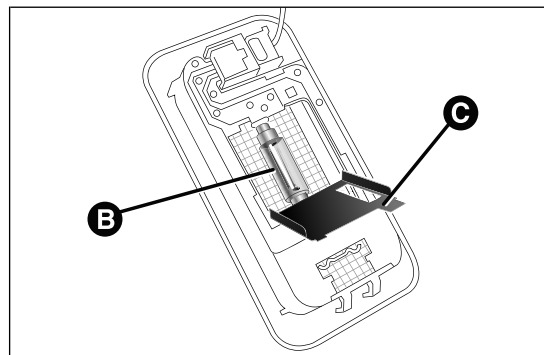

fig. 186
- ☐ abrir la tapa C fig. 186 y sustituir la lámpara B, soltándola de los contactos laterales;